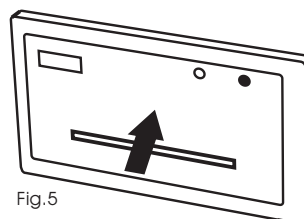

Fig.5
- a► Empurre a parte central da impressora para dentro (Fig. 5).
- a► Empurre a parte central da impressora para dentro (Fig. 5, pág. 16).